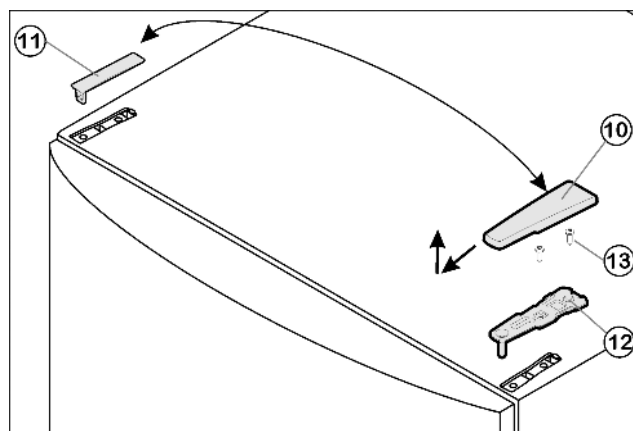

Fig. 4
- ▶ Enlever le cache Fig. 4 (10) vers l'avant et le haut.
- ▶ Retirer le cache Fig. 4 (11).
- ▶ Dévisser le support d'appui supérieur Fig. 4 (12)(2 Torx® 25) Fig. 4 (13) et retirer vers le haut.
- ▶ Placer le support d'appui supérieur *Fig. 4 (12)* sur le nouveau côté charnière de porte.
- ▶ Visser le support d'appui supérieur *Fig. 4 (12)* à fond (avec **4 Nm**) (2 Torx® 25) *Fig. 4 (13)*. Pointer les trous de vissage ou utiliser une visseuse sans fil.
- ▶ Faire encliqueter le cache *Fig. 4 (10)* et le cache *Fig. 4 (11)* du côté opposé.